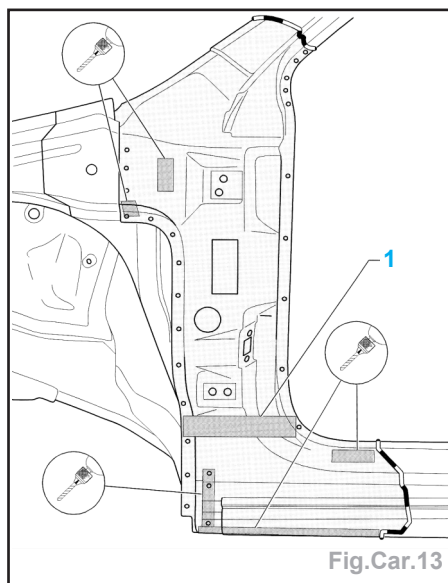

Fig.Car.13
- 1 - Zone remplie de mousse (Fig.Car.13).